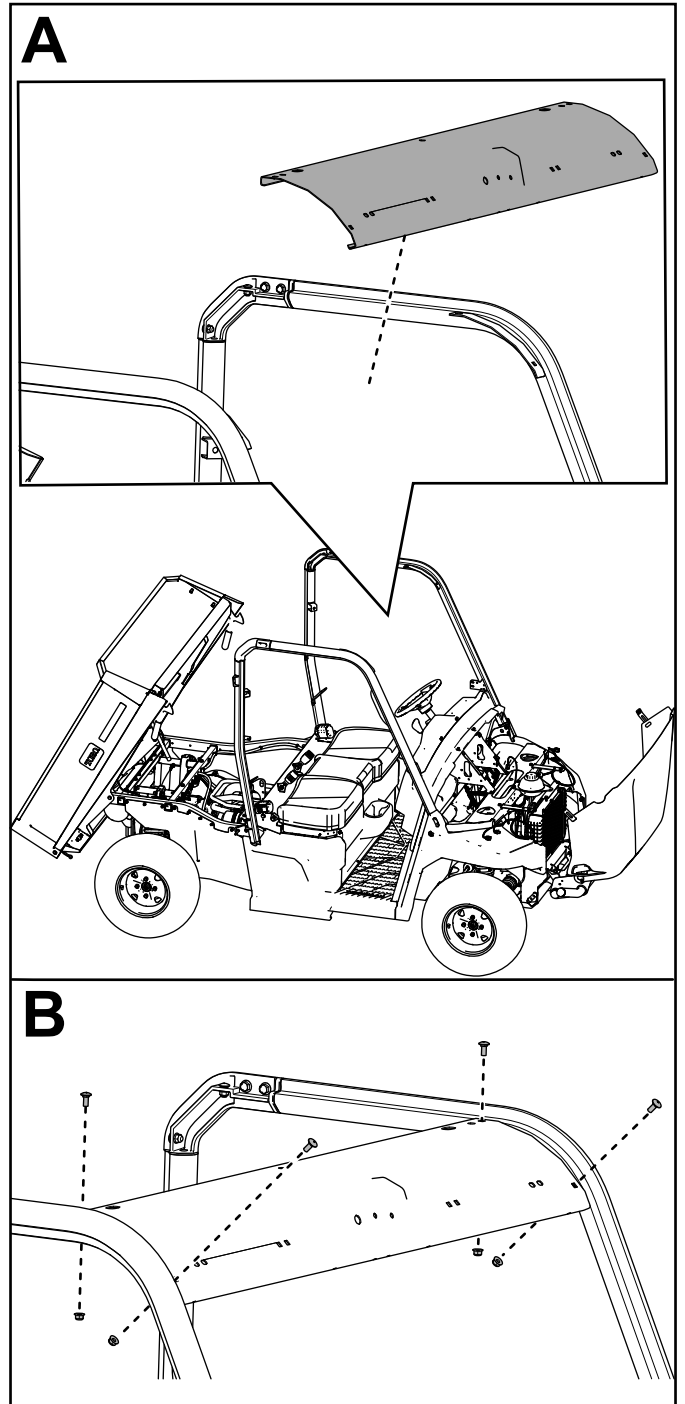

Figura 16
11. Fije el enlace transversal delantero a los conjuntos de barras antivuelco delanteras con 4 pernos de cuello cuadrado (5/16" x 3/4") y 4 contratuercas (5/16"), tal y como se muestra en la Figura 16.